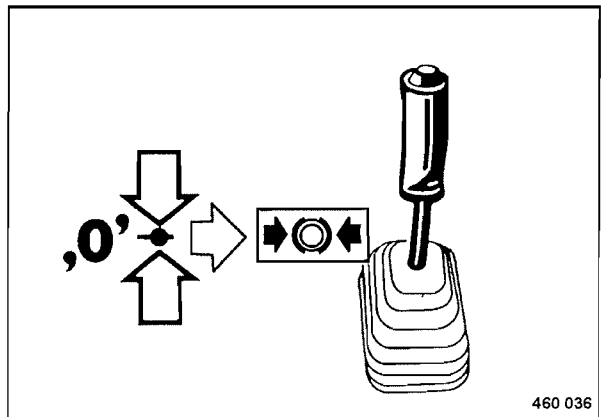

Fig. 51
- Desplazar la palanca de marcha (Fig. 51) hacia la derecha en posición de frenado de estacionamiento.